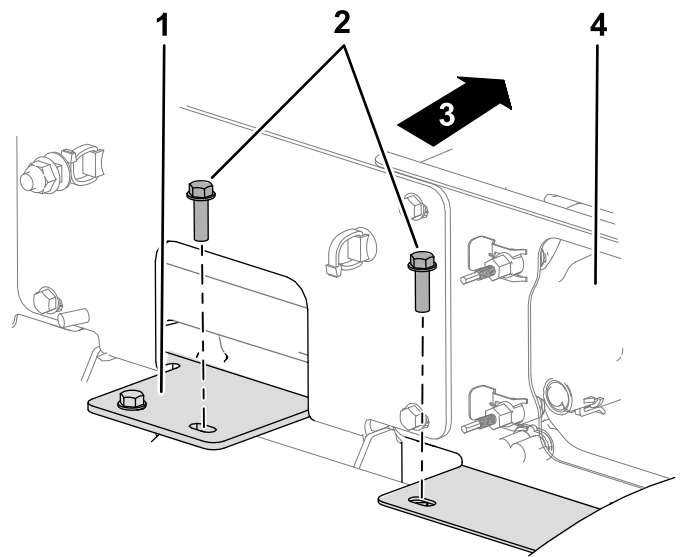

**Figura 35**
1. Montate il serbatoio del detergente sulla staffa di montaggio del serbatoio del detergente con 2 bulloni a testa tonda ( $5/16 \times 3/4$ ) e 2 dadi di bloccaggio ( $5/16$ ) come illustrato nella Figura 35.